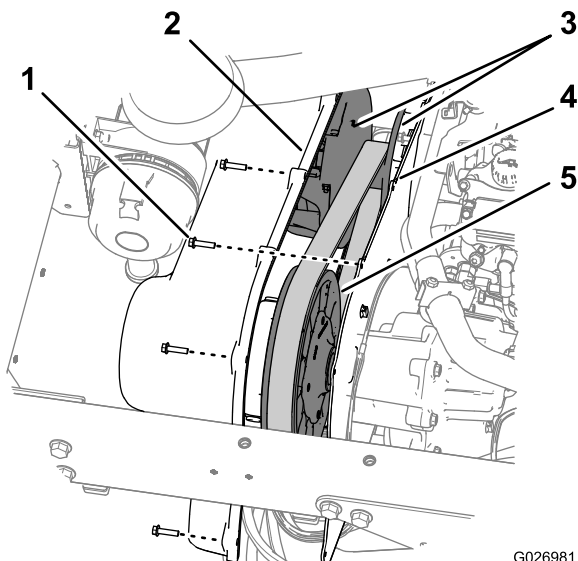

Figura 74
- Retire los 9 pernos de cabeza hexagonal con arandela prensada (1/4" x 1") que sujetan la cubierta de la transmisión a la placa de montaje de la transmisión (Figura 74).
- Alinee los taladros de la cubierta de la transmisión con los taladros de la placa de montaje (Figura 74).
- Sujete la cubierta a la placa de montaje (Figura 74) con los 9 pernos de cabeza hexagonal (1/4" x 1") que retiró en el paso 1, y apriete los pernos a 10,2–12,4 N·m.